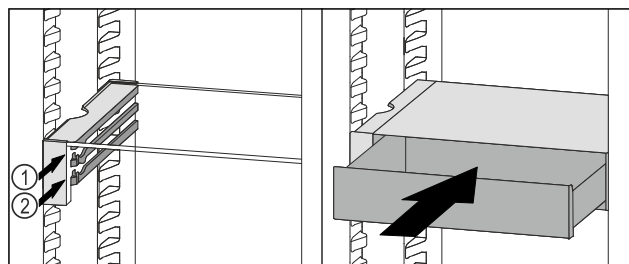

Fig. 205
- Placer le tiroir VarioSafe derrière les butées sur la nervure désirée Fig. 205 (1) ou Fig. 205 (2).